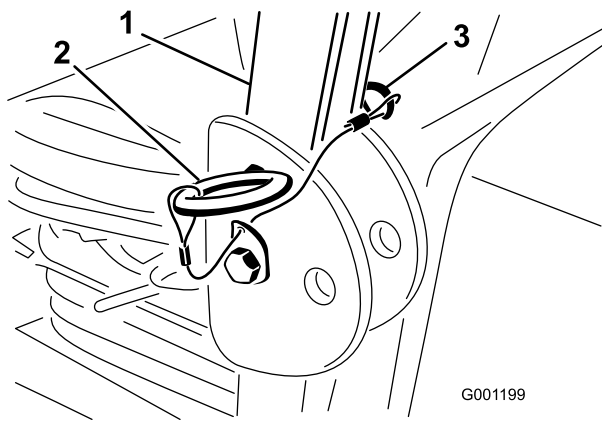

Figura 8
1. Rimuovete le coppie e le due spine dal roll bar (Figura 8).
2. Alzate completamente il roll bar e montate le due spine, quindi fissatele con le spine delle coppiglie (Figura 8).